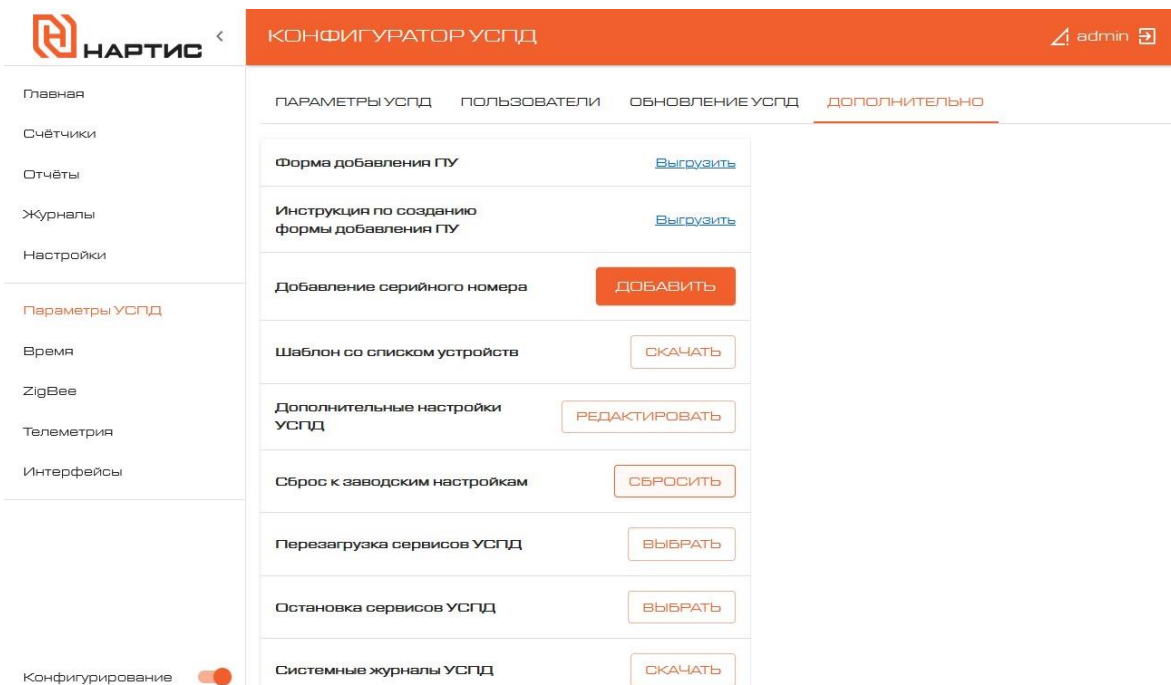

Рисунок 19 – Вкладка «ДОПОЛНИТЕЛЬНО» раздела «Параметры УСПД» в режиме Конфигурирование
- включить режим Конфигурирования (рисунок 19);